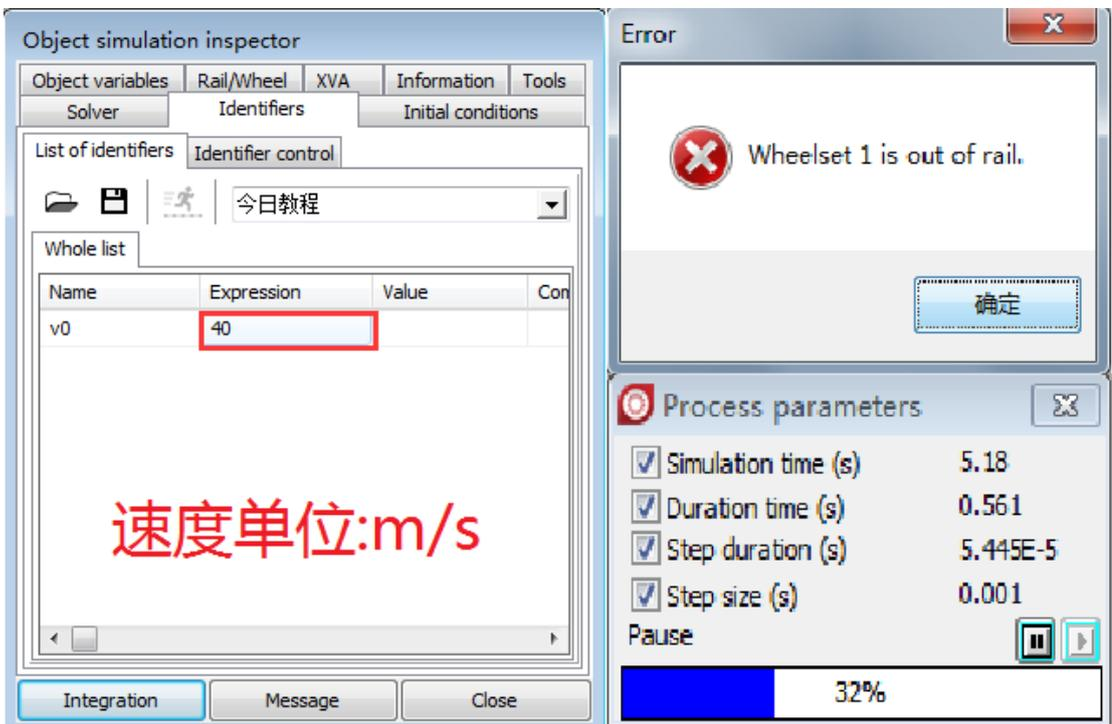

图 006-4 速度单位为 m/s 时仿真
2、速度数值为 40，单位为 m/s 时，轮对发生脱轨，如图 006-4；